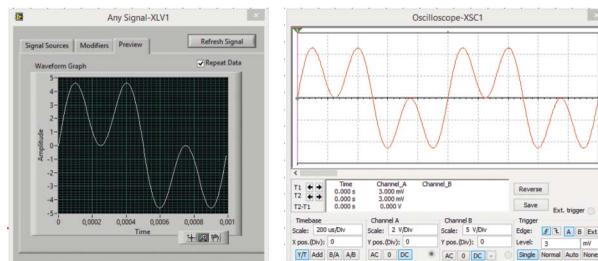

**Рис. 6. Окно формирования параметров полигармонического сигнала**
При выборе полигармонического сигнала (Multiple Tones) необходимо задать параметры каждой из составляющих сигнала (рис. 6).
В окне задаются количество отсчетов, формирующих сигнал (Samples), частота дискретизации (Sample Rate), напряжение смещения (Offset), частота, фаза и амплитуда составляющих полигармонического сигнала. Особенностью задания амплитуды является то, что при установке значения Amp(V) меньше 1, эта составляющая в сигнале не отображается. На рис. 7 приведена форма сигнала, соответствующего параметрам, указанным на рис. 6.